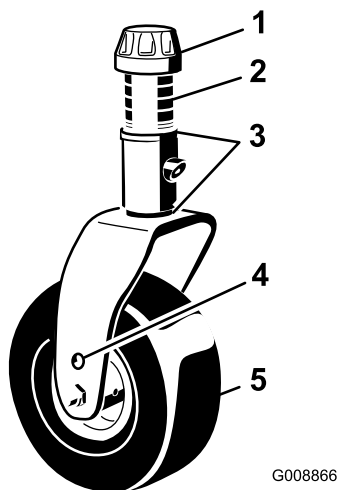
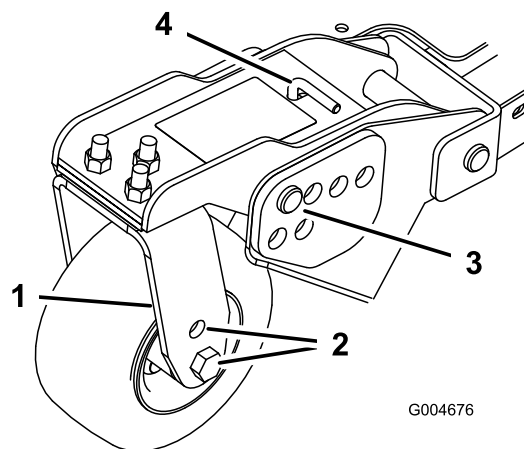
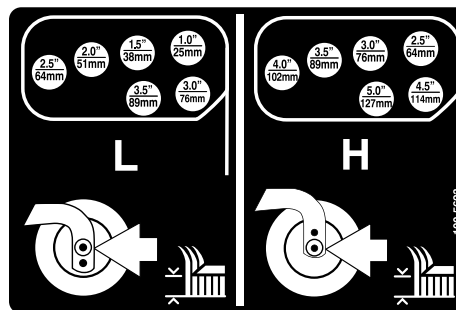

Figura 20
Figura 22
Figura 23
- Coloque los ejes de las ruedas giratorias en el mismo taladro en todas las horquillas (Figura 20 y Figura 22). Consulte en la tabla siguiente el taladro correcto para cada altura.
- Retire el casquillo tensor del eje (Figura 20) y deslice el eje fuera del brazo de la rueda giratoria. Coloque los dos suplementos (3 mm) en el eje de la misma forma
4. Retire el pasador de horquilla y las chavetas de los brazos de pivote de las ruedas giratorias (Figura 22).
5. Gire la varilla tensora para elevar o bajar el brazo de pivote hasta que los taladros estén alineados con los taladros seleccionados del soporte de ajuste de la altura de corte en el bastidor de la unidad de corte (Figura 22 y Figura 23).